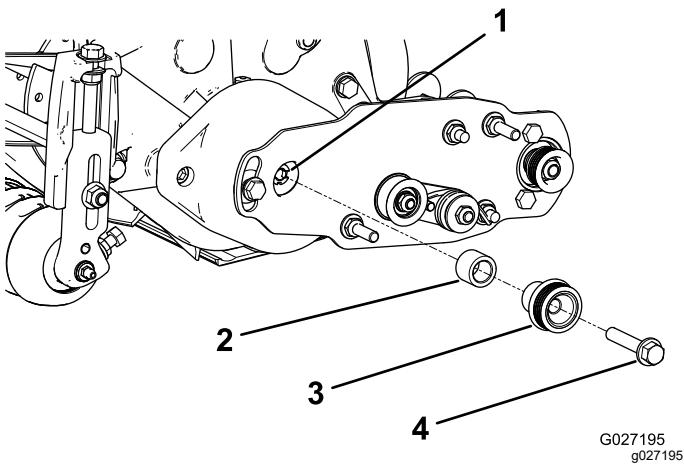

图 13
- 将隔片插入轴承座的轴中 图 13。
- 将驱动皮带轮插入隔片和驱动轴 图 13。
- 用一个凸缘头螺栓 $3/8 \times 2$ 英寸将皮带轮和隔片固定到驱动轴上请参阅 图 13。